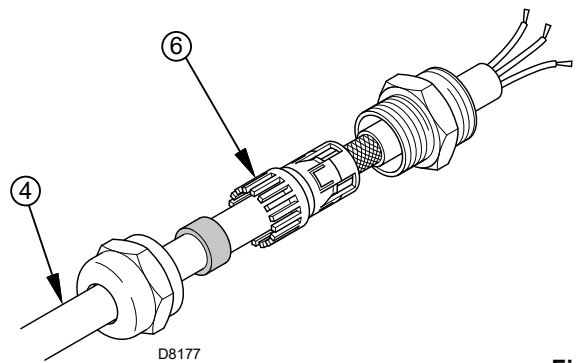

Fig. 22
- Blindar el cable 4) que proviene del VSD (Inverter) como se ilustra en Fig. 22, utilizando el racor 6);